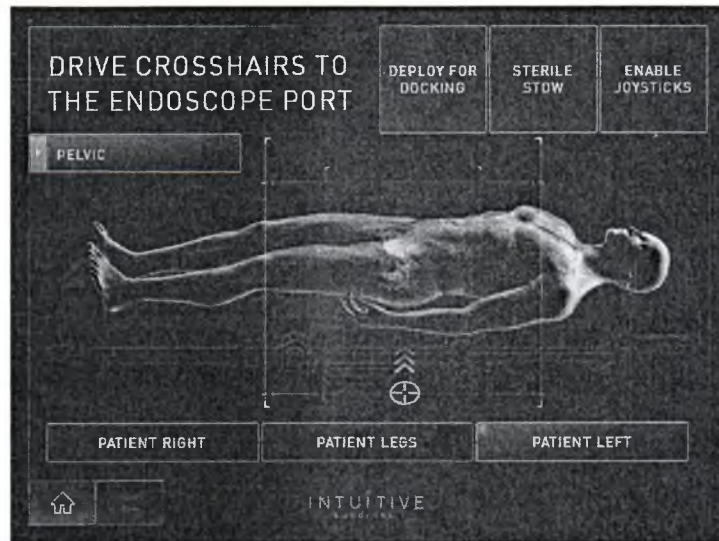

Рисунок 9.14 Передвиньте перекрестия курсора (сенсорная панель)
6. Медленно придвиньте стойку пациента к операционному столу. Совместите лазерную линию с портом эндоскопа (см. Рисунок 9.14 и Рисунок 9.15).